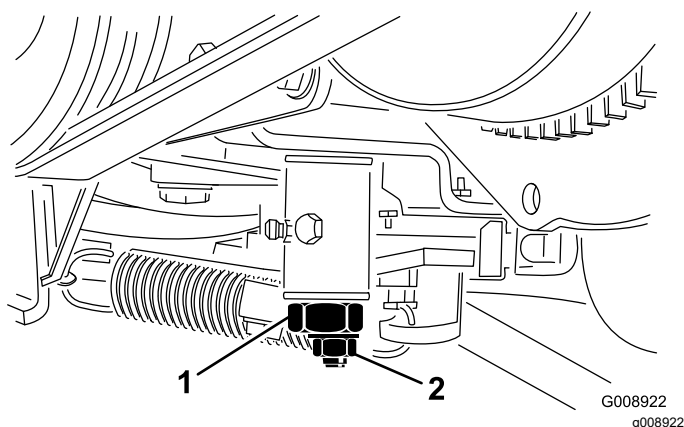

Figure 59
3. Desserrez le contre-écrou de la came de réglage de transmission (Figure 59).